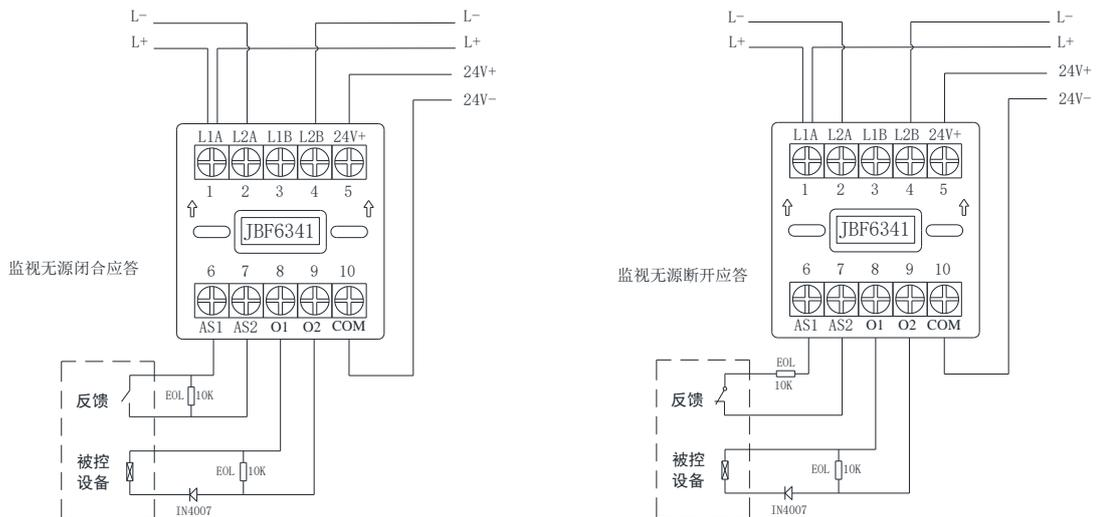

图 3 有源输出接线方式
- ◆ O2（端子 9）O1（端子 8）为有源输出接线端子，在被控设备终端并联 10KΩ 电阻，用于检线功能；O2（端子 9）输出正向串接二极管到被控设备电源正端，O1（端子 8）输出接被控设备负端。模块启动后 O2（端子 9）输出电源正，O1（端子 8）输出电源负。具体接线见图 3。